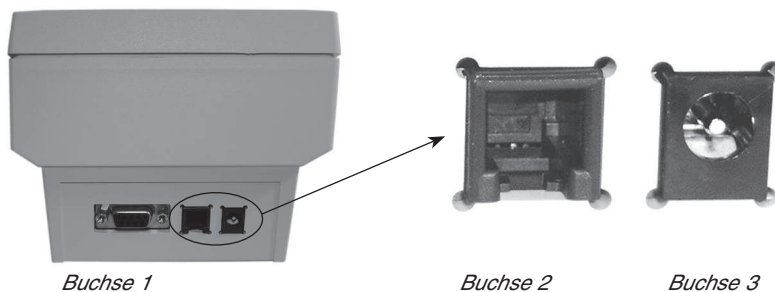

Abb. 3
2. Stromversorgung anlegen, dazu Klinkenstecker in Buchse 3 (Seite 11, Abb. 3) einstecken.